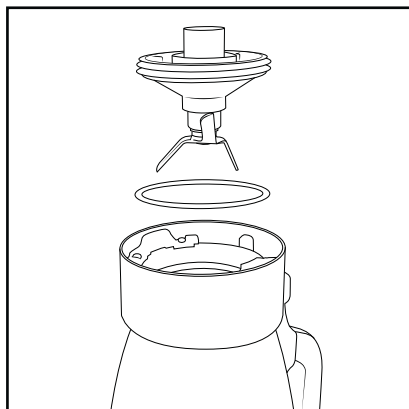

Fig. 5
- For at kunne sætte kniven **17** i igen, skal pakningsringen være sat korrekt på (fig. 5). Sæt nu kniven **17** på, og drej den ved hjælp af låsen til låget **14** i urets retning, indtil den sidder fast igen.